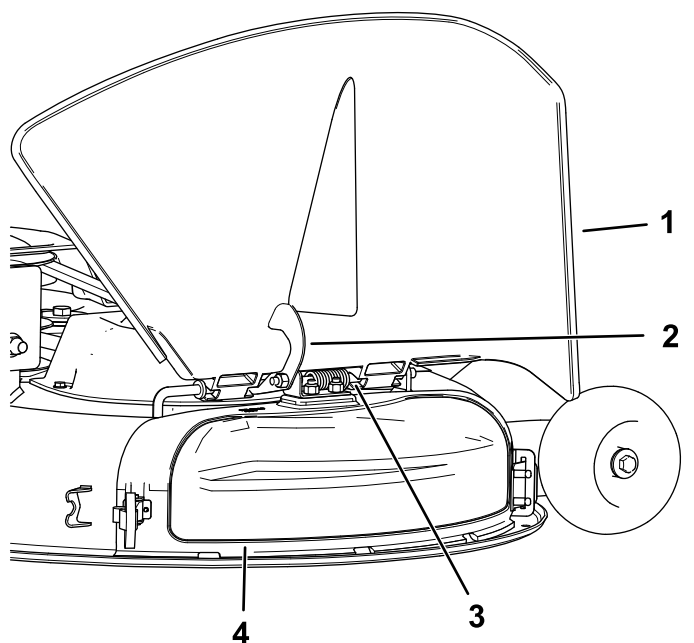

Bild 15
4. Lösen Sie den hakenförmigen Riegel oben an der Auswurfkanalabdeckung von der Gelenkstange (Bild 15).
5. Haken Sie oben an der Auswurfkanalabdeckung den hakenförmigen Riegel um die Gelenkstange des Ablenkblechs (**Bild 15**).